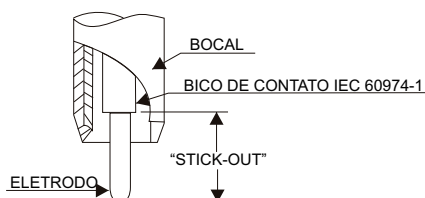

Figura 4 - O "Stick-out" elétrico.
- Deixe um "stick-out" (Figura 4) de 20 a 25mm;